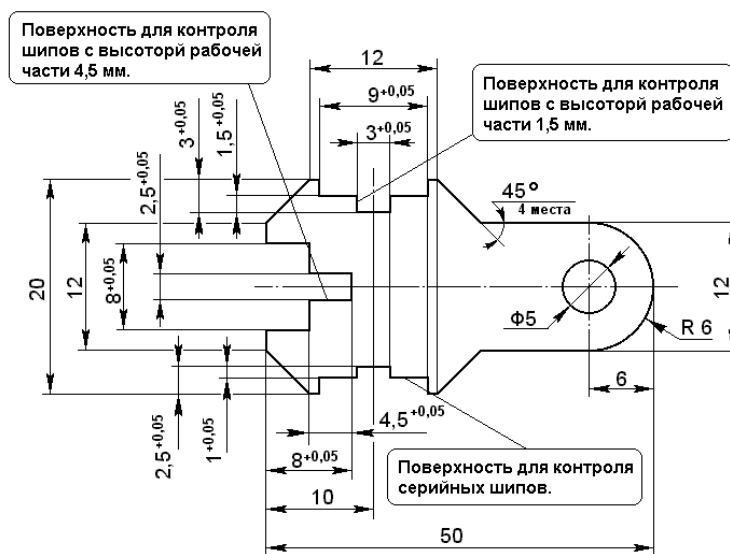

Рис.4.
**4.2.** При необходимости производится замер высоты рабочей части и размеров головки шипа. Контроль максимальных размеров производится шаблоном, показанным на Рис. 4.